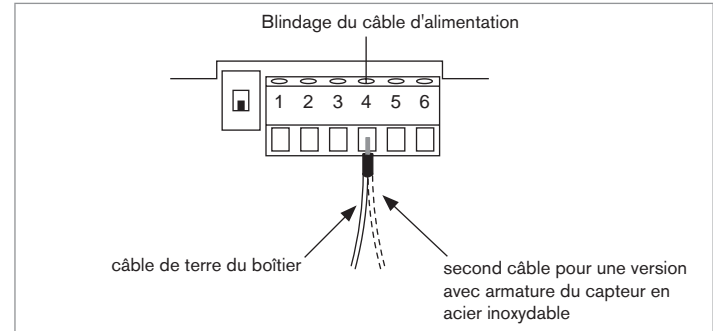

Fig. 13 : Bornier de raccordement à la terre
- A l'intérieur du boîtier, relier le blindage du câble d'alimentation à la borne n°4 du connecteur de la carte électronique (Fig. 13). Sur une version avec capteur en acier inoxydable, un second câble provient du capteur.